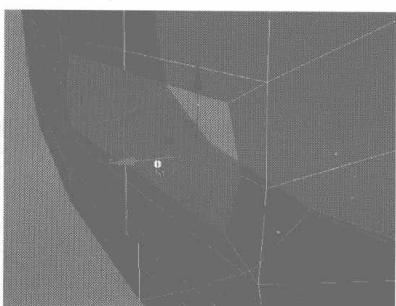
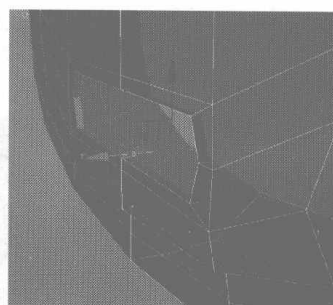
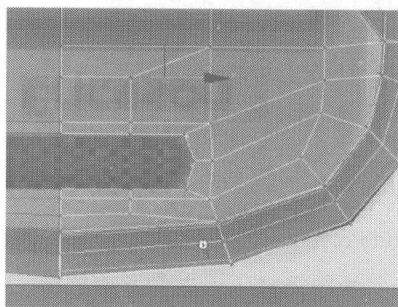

图 4.191
图 4.192
图 4.193
- 21** 选择听筒的边缘线，如图 4.191 所示，沿 Y 轴向内移动拉伸出其厚度，如图 4.192 所示，并在听筒位置处添加、调整如图 4.193 所示的细分线。